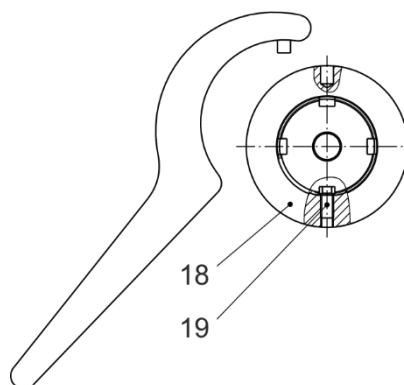

Fig. 11
L'utilisation de cet écrou implique de devoir raccourcir la pièce de commande (3). Si l'appareil doit être équipé dans un deuxième temps de ce type d'écrou, veuillez nous consulter. Le réglage s'effectue avec une clé à crochet, fig. 11.